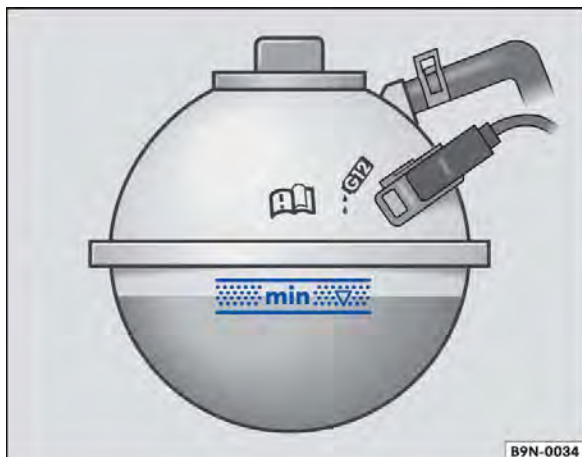

Fig. 200 No compartimento do motor: marcas no reservatório do líquido de arrefecimento do motor.
- Com o motor frio, verificar o nível do líquido de arrefecimento do motor pela marca lateral do reservatório de expansão do líquido de arrefecimento do motor \Rightarrow Fig. 200. O nível do líquido de arrefecimento do motor deve estar entre as marcas.
- O nível do líquido de arrefecimento do motor deve estar entre as marcas no reservatório do líquido de arrefecimento do motor \Rightarrow Fig. 200. **Não reabastecer até acima do canto superior da faixa marcada** \Rightarrow .
- Abastecer com líquido de arrefecimento do motor somente até o canto superior da faixa marcada ⇒ Fig. 200. Caso contrário, ao aquecer-se, o líquido excedente será expulso do sistema de arrefecimento do motor e poderá ocasionar danos.